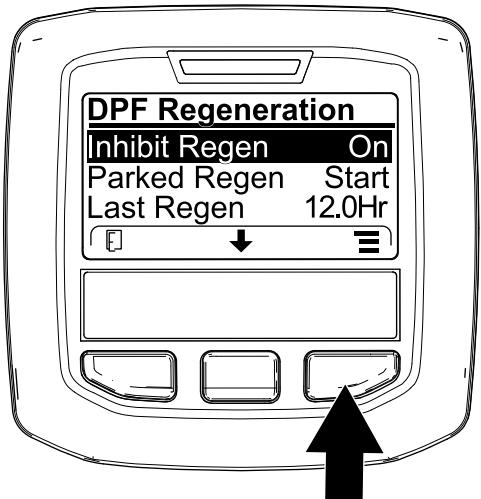

Bild 65
1. Navigieren Sie auf das Menü „DPF Regeneration“, drücken Sie die mittlere Taste und navigieren Sie auf die Option INHIBIT REGEN.; drücken Sie die rechte Taste, um den Eintrag „Inhibit Regen.“ auszuwählen (Bild 65).
2. Drücken Sie die rechte Taste, um die Einstellung für das Verhindern der Regenerierung von „On“ in „Off“ (Bild 65) oder von „Off“ in „On“ (Bild 66) zu ändern.